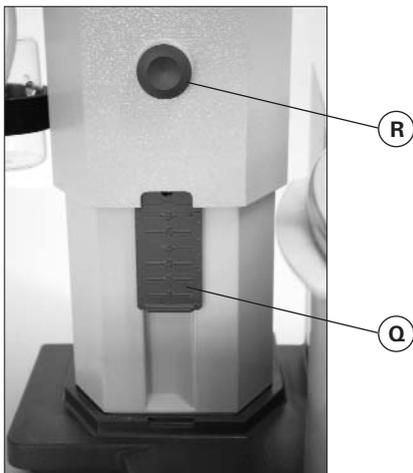

Fig.28
☞ Zur Verstellung des Anschlagelementes (Q) drücken Sie den zentralen Knopf (R) an der Liftvorderseite (Fig. 28).